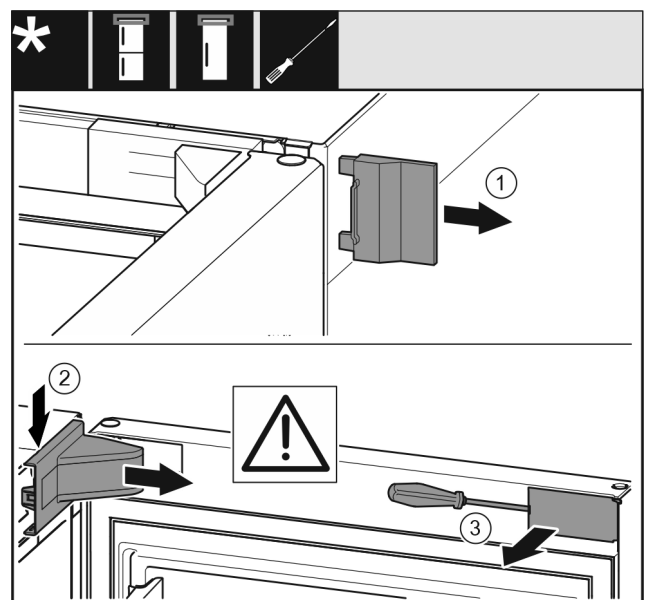

Fig. 6
- ▶ Buitenste afdekking verwijderen. *Fig. 6 (1)*
- ▶ Lagerbusafdekking ontgrendelen en losmaken. Afdekking van de lagerbus verwijderen. *Fig. 6 (2)*
- ▶ Paneel met de sleufschroevendraaier losmaken en naar de zijkant draaien. *Fig. 6 (3)*